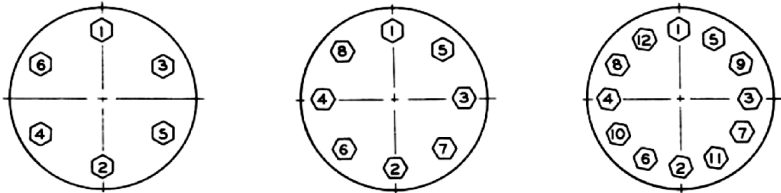

图 10
请参考图 10 了解适当的螺栓扭矩和紧固顺序规格。此外，在阀盖和底部法兰周围均匀紧固阀体螺栓螺母 (11) 时必须手动敲击阀塞，以确保同心性并预防阀塞导引和套管之间连接。
- F. 插入盘根 (17) 和盘根垫片 (18)。
- G. 安装盘根压圈 (19) 和盘根法兰 (3)。
- H. 安装盘根法兰螺栓螺母 (2)。